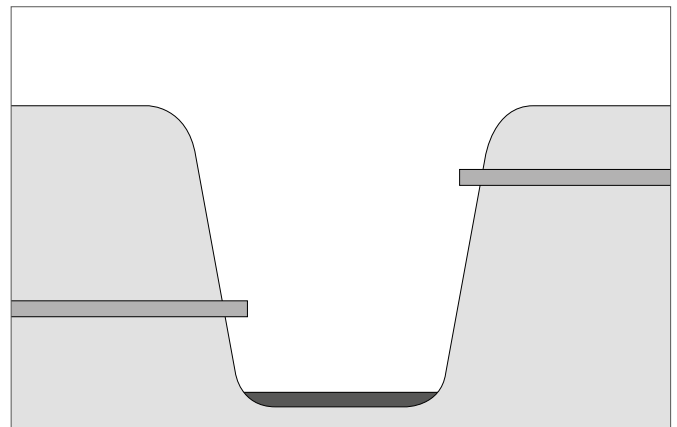

Fig. 2, udgravning.
Ifald produktet/konstruktionen **ikke** er forstærket mod vinkeltryk eller trafiklast, skal produktet/konstruktionen placeres minimum 2.000 mm fra bygninger, og trafik må ikke køre tættere på produktet/konstruktionen end 2.500 mm. Dette kan f.eks. sikres ved montage af afspærringskampesten, hegn eller pullerter. Udgravningen skal være mindst 1.500 mm bredere og 300 mm dybere end produktets/ konstruktionens ydre mål. På bunden af udgravningen lægges mindst 300 mm sten frit sand, der komprimeres til minimum 95 % standard proctor (SP). (Se fig. 2 og 3).